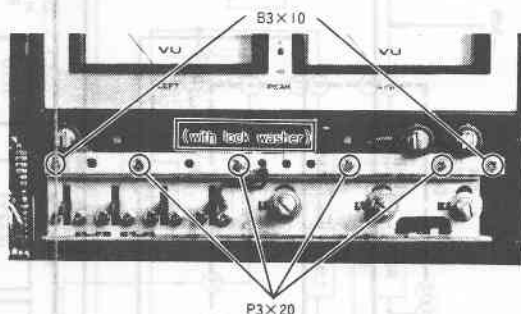

Fig. 7 Abb. 7
7. Bias adjustment/Memory PC Board and DCCS PC Board (Fig. 7)
Abnehmen der Kalibrier-Platine (Abb. 7)
7. Plaquette à circuits imprimés de commutation et plaquette de DCCS (Fig. 7)